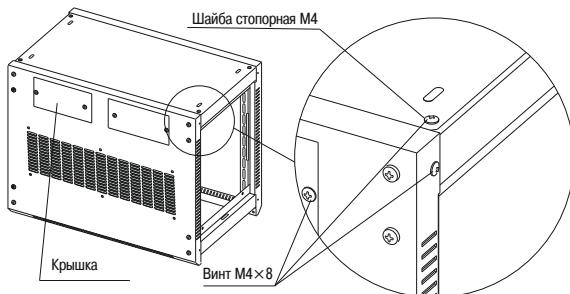

Рисунок 8
4.1.7 Положите стенку заднюю на рамы между крышкой и дном и закрепите шестью винтами M4×8 с шайбами стопорными M4 (рисунок 8).
4.1.8 Закрепите винтами M4×8 крышу и дно на боковых поверхностях рам (рисунок 8), а также крышки кабельных вводов.